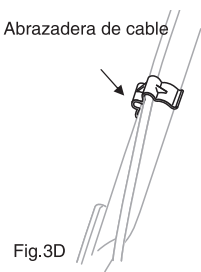

Fig.3D
- Adjunte el cable con la abrazadera del cable y luego adjunte la abrazadera de cable en la posición que se muestra. (Fig. 3D)